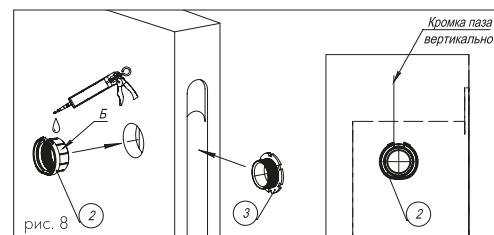

рис. 8
4. На поверхность 5 внешнего основания ② равномерно нанести клей «жидкие гвозди» тонким слоем (чтобы исключить выдавливания клея на дверное полотно) и установить в отв. Ø24 mm, при этом необходимо, чтобы паз на внешнем основании ② располагался строго вертикально, как показано на рис. 8. В паз под защёлку завести внутреннее основание ③ и накрутить на внешнее основание ②.